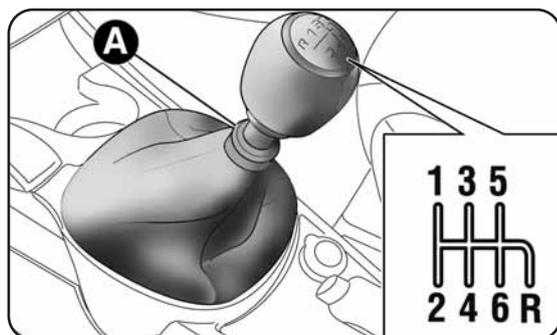
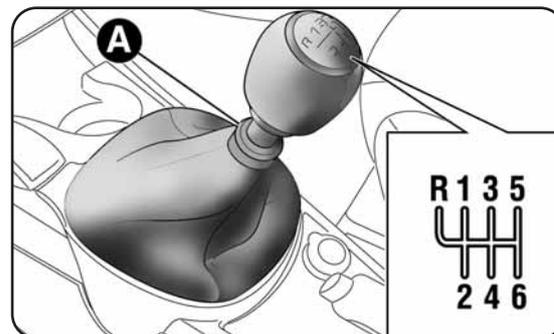
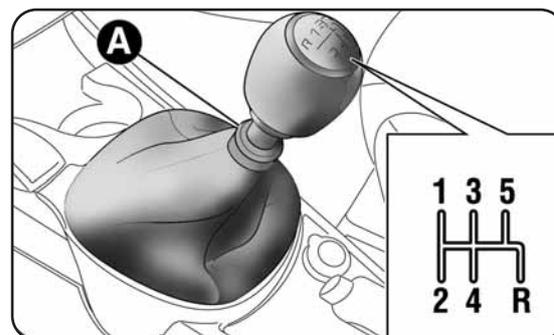

fig. 2 Versioni 1.4 Benzina, 1.4 Multi Air
fig. 3 Versioni 1.4 Turbo Benzina 155CV,
fig. 4 Versioni 1.4 Turbo Benzina 120CV, 1.4 Turbo Multi Air,
Per inserire le marce, premi a fondo il pedale della frizione e metti la leva del cambio nella posizione desiderata (lo schema per l'inserimento delle marce è riportato sull'impugnatura della leva fig. 2, fig. 3 e fig. 4).
Per inserire la retromarcia (R) dalla posizione di folle solleva l'anello A fig. 2, fig. 3, fig. 4 sotto il pomello e contemporaneamente: